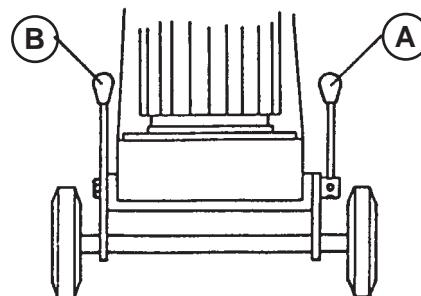

FIG. 7
- Detta läge får du fram genom att lossa på spak (A) och trycka spak (B) framåt (SE FIG. 7).
- Detta läge får du fram genom att lossa på spak (A) och trycka spak (B) bakåt (SE FIG. 7).